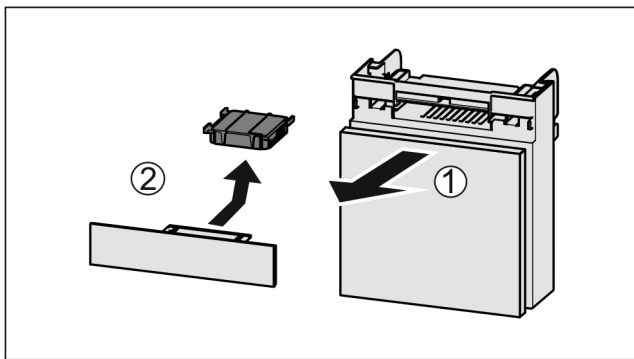

Fig. 164
- ▶ Fach nach vorne herausziehen Fig. 164 (1).
- ▶ Aktivkohlefilter entnehmen Fig. 164 (2).